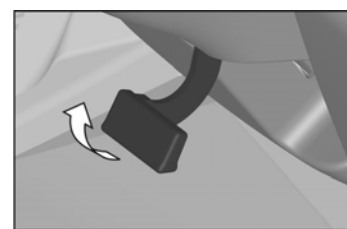

Рис. 5.20. Рукоятка механизма фиксации рулевой колонки
**28 – рукоятка механизма фиксации колонки рулевого управления** (рис. 5.20). При повороте рукоятки на себя происходит ослабление фиксации рулевой колонки, после чего рулевое колесо можно установить в удобное для водителя положение. Фиксация рулевого колеса в этом положении происходит при повороте рукоятки до упора в противоположном направлении.